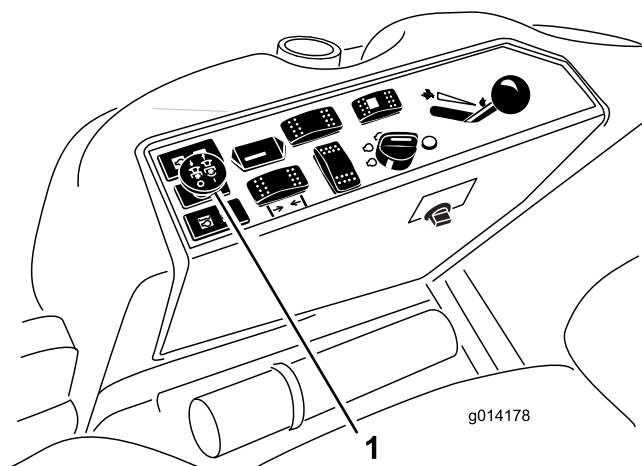

図 12
3. PTO スイッチを引くと PTO が作動を開始する(図 12)。